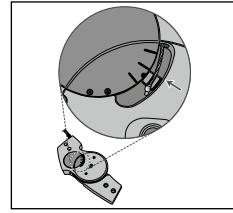

Fig. 10
16. Skyv satellittbryteren til automatisk posisjon (modus 1) (**se fig. 1**) og kontroller i funksjonsheten på leddet om toppen av spakarmen har beveget seg og nå er parallel med sentermerket (**se fig. 10**).